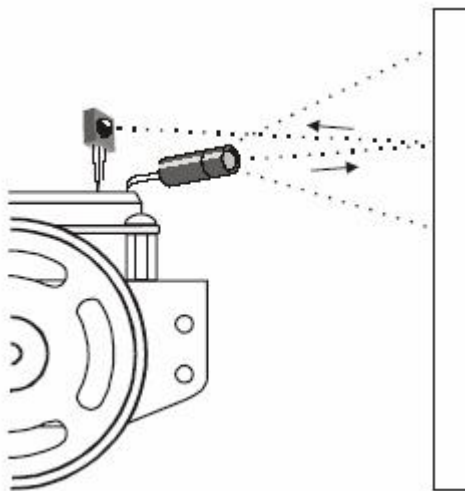

图5-1 用红外光探测障碍物
你将在机器人上建立的红外光探测物体系统在许多方面就象汽车的前灯系统。当汽车前灯射出的光从障碍物体反射回来时，人的眼睛就发现了障碍物体，然后大脑处理这些信息，并据此控制身体动作驾驶汽车。机器人使用红外线二极管LED作为前灯，如图5-1所示。
- 放一个物体，比如手或一张纸，距离左侧IR组大约2到3厘米，参考图5-1